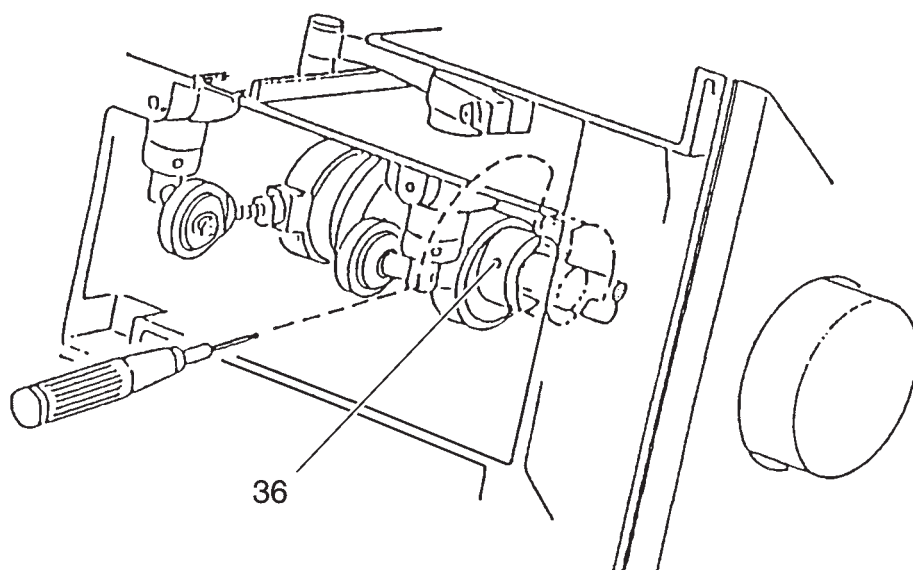

Рис. 25
- Ослабьте крепежные винты 36 приводного эксцентрика (рис. 25).
- Затяните крепежные винты 36 приводного эксцентрика (рис. 25).